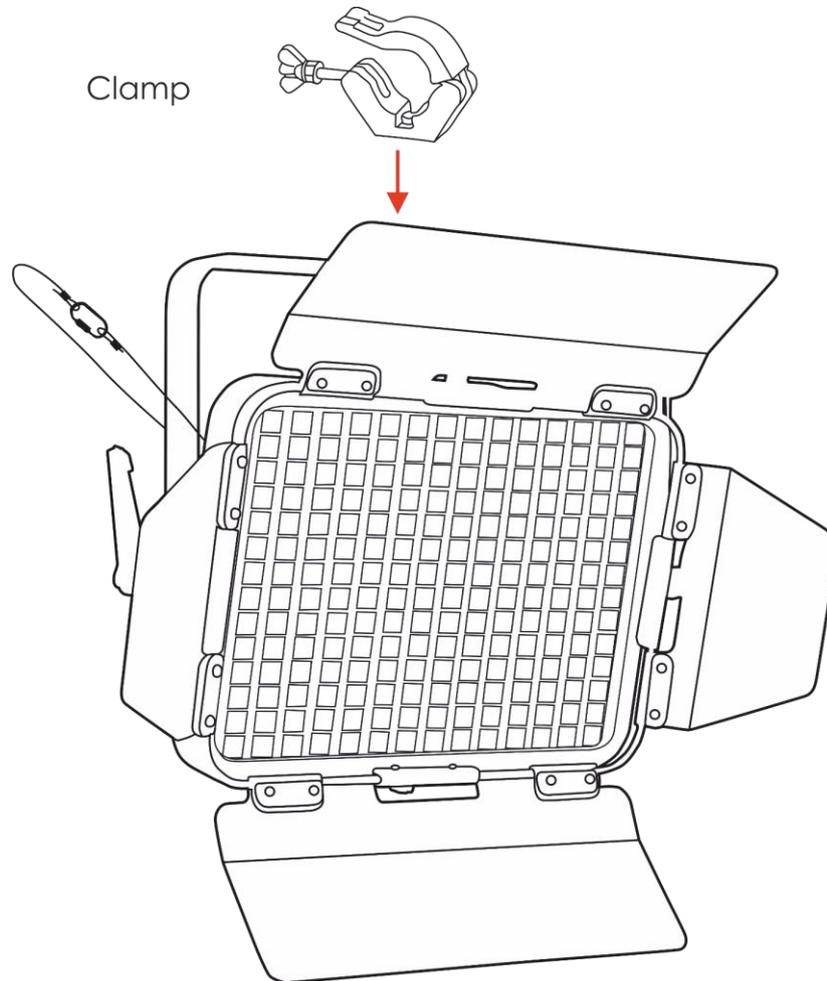

Fig. 06
- 02) Sujete el dispositivo con una suspensión secundaria, por ejemplo, un cable de seguridad. Asegúrese de que la suspensión secundaria puede soportar 10 veces el peso del dispositivo. Si es posible, la suspensión secundaria debería conectarse a una estructura de soporte independiente de la suspensión primaria. Pase el cable de seguridad a través del **soporte de montaje (02)** como se indica en la Fig. 06.
- 01) Gire el **tornillo de ajuste (01)** en sentido antihorario para aflojarlo.
- 02) Inclíne el dispositivo hasta el ángulo deseado (véase la Fig. 06).
- 03) Gire el **tornillo de ajuste (01)** en sentido horario para apretarlo. Asegúrese de que el dispositivo no se pueda mover libremente después de haber apretado el **tornillo de ajuste (01)**.